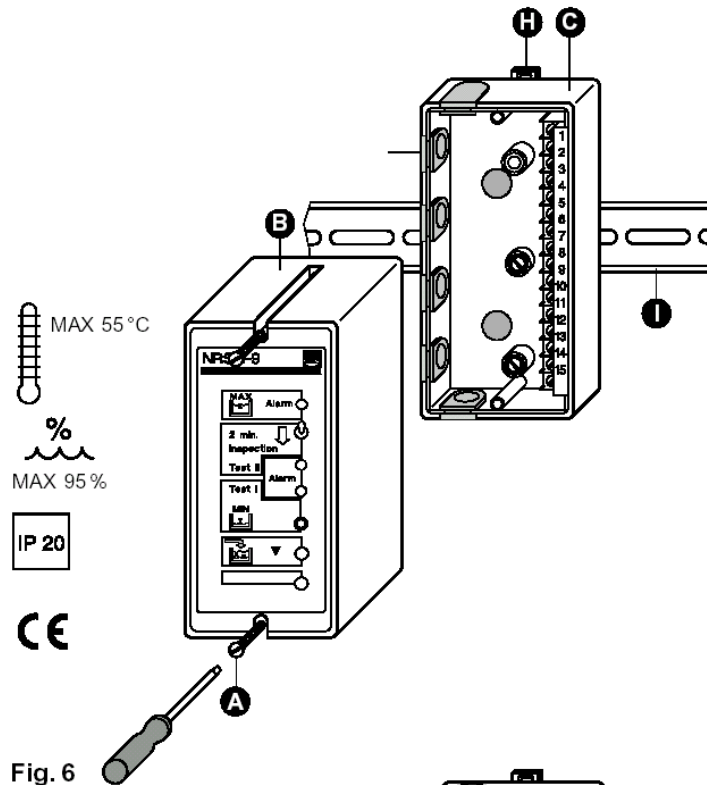

Fig. 6
1. Zatrzasknąć regulator NRS 1-9b na szynie montażowej (I) Fig.6.
2. Odkręcić śruby pokrywy (A) i zdjąć pokrywę (B) z podstawy (C) Fig.6.
1. Odkręcić śruby pokrywy (A) i zdjąć pokrywę (B) z podstawy (C) Fig.6.